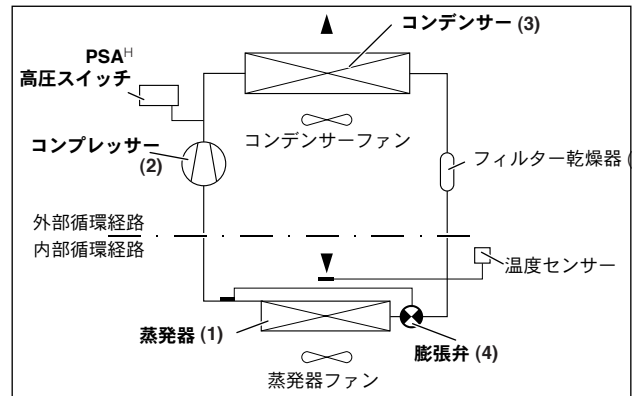

図2: 冷気循環経路
クーリングユニット (圧縮冷却装置) は次の4つのメインパーツで構成されています (図2参照): 蒸発器 (1)、コンプレッサー (2)、コンデンサー (3)、パイプで連結されたコントロールバルブ/膨張弁 (4)。この循環経路には過熱のしやすい冷媒が充填されています。冷媒の R134a (CH₂FCF₃) には、塩素は含まれていません。オゾン層破壊性レベルは0と、環境に優しい設計です。